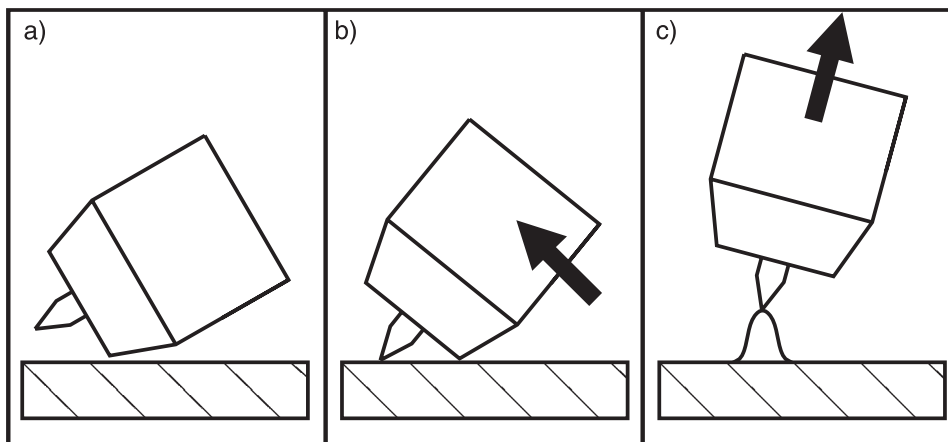

Abb.1
- Schweißung durchführen (siehe Abb.1)
Schweißung durchführen (siehe auch Abb.1)
- Mit Wolframelektroden spitze vorsichtig das Werkstück berühren (Abb. 1, b).
- Durch Abheben des Brenners und Schwenken in Normallage zündet der Lichtbogen (Abb. 1, c).